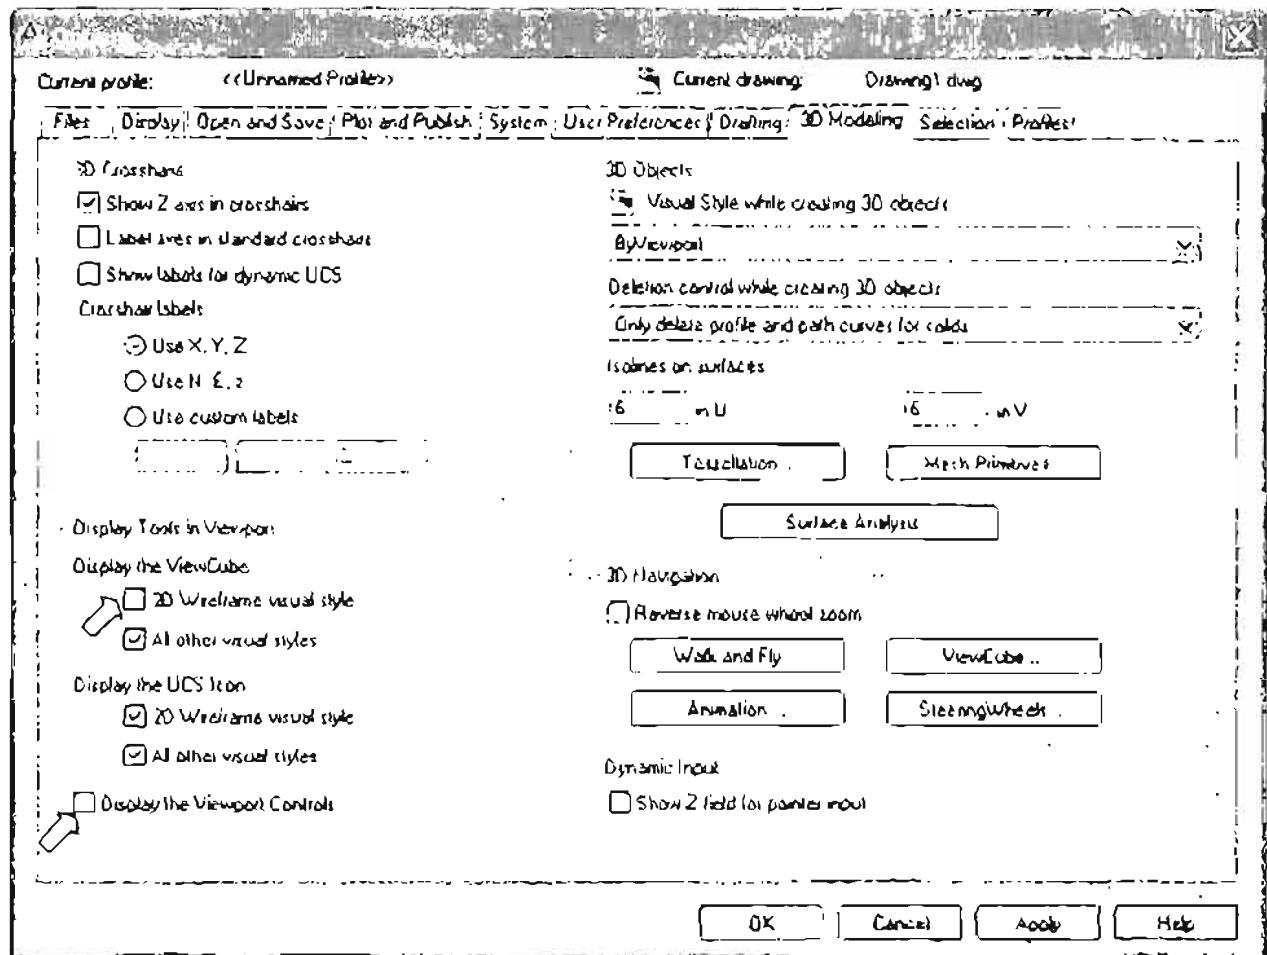

Рис. 1.5. Изменение видимости видового куба и панели управления видовыми экранами
3. Снять флагки в области Display Tools in Viewport (Инструменты на видовом экране) Display the View Cube 2D (Показывать видовой куб) Wireframe visual style (Визуальный стиль 2D каркаса) и Display the Viewport Controls (Элементы управления видовыми экранами) как показано на рис. 1.5